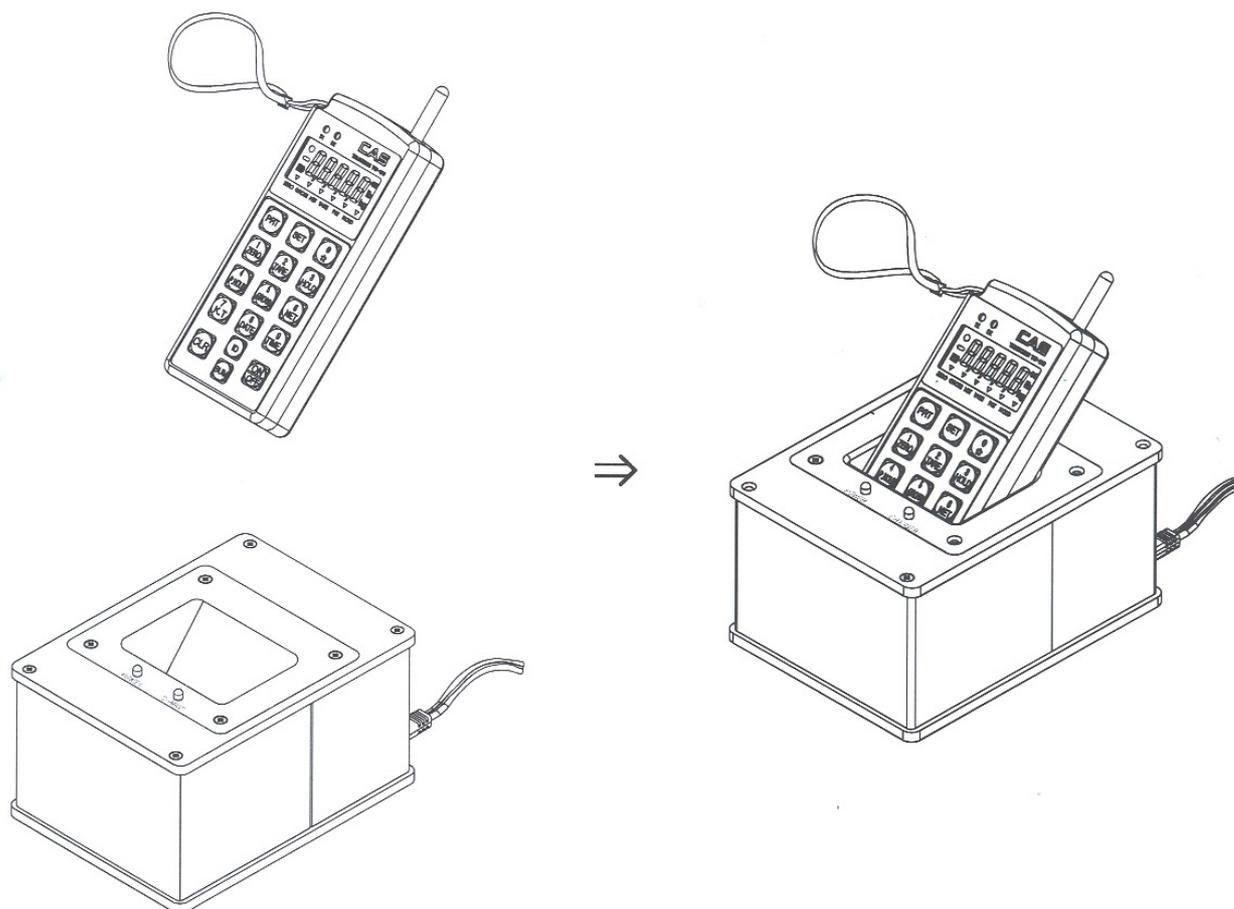

Рисунок 5.1 – Установка пульта в зарядное устройство
- а Установите пульт в зарядное устройство (см. рисунок 5.1). При этом металлические контакты пульта (на задней стенке) должны быть прижаты к металлическим контактам зарядного устройства. Если пульт установлен корректно, загориться светодиод «CHARGE» и начнется заряд аккумуляторной батареи пульта. Далее рекомендуется провести непрерывный заряд в течение нескольких часов.